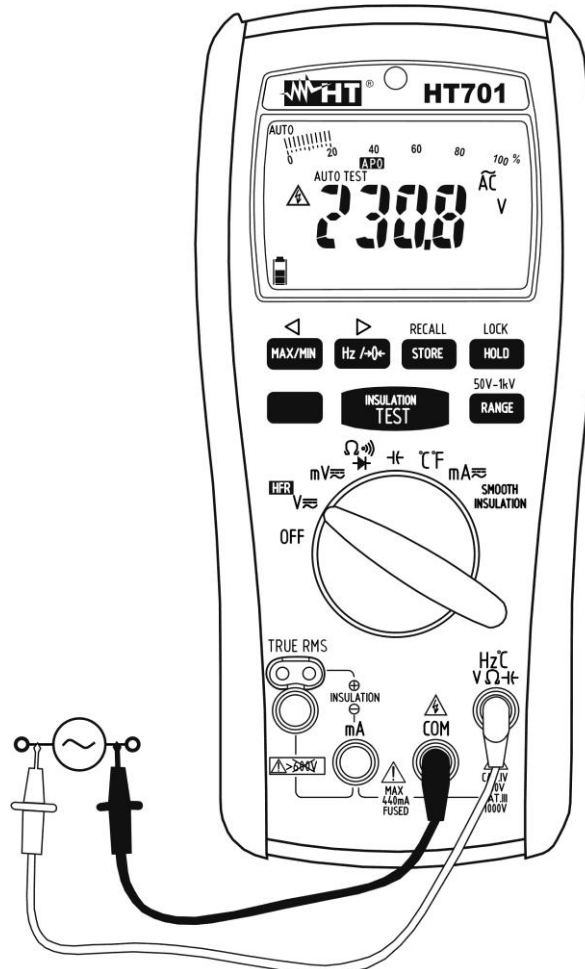

Abb. 3: Verwendung des Gerätes für Wechselspannungsmessung
4. Verbinden Sie die rote Messleitung mit der **Hz C V Ω Hz** Eingangsbuchse, und die schwarze Messleitung mit der **COM** Eingangsbuchse (siehe Abb. 3)